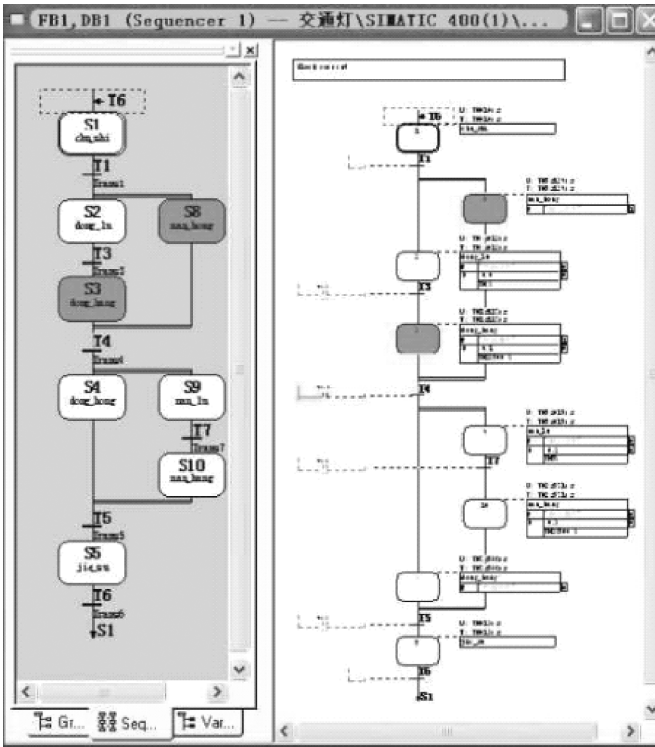

图 6-33 FB1 程序监控界面
9) 然后在项目管理界面把整个项目信息下载到 CPU 中（本例是 PLCSIM），然后运行 CPU，打开 FB1 监控程序运行，如图 6-33 所示。